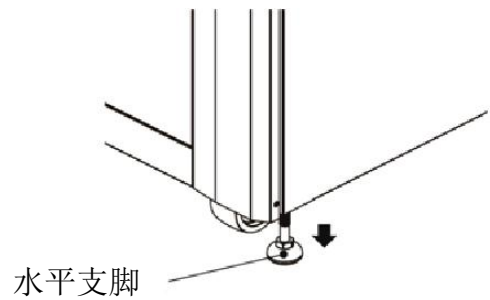

图 2-5
5. 如需固定机柜位置，仅需顺时针转动水平支脚。如图 2-5 所示。